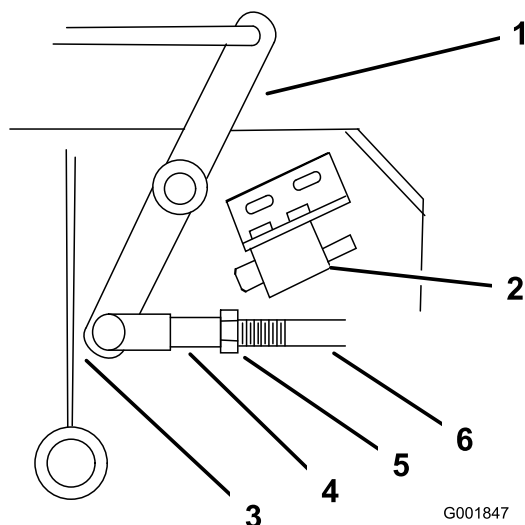

Figura 56
- Ajuste la longitud del acoplamiento hasta que el extremo inferior de la palanca acodada casi roce el refuerzo del soporte del eje (Figura 56).
- Afloje la tuerca de la horquilla (Figura 56).